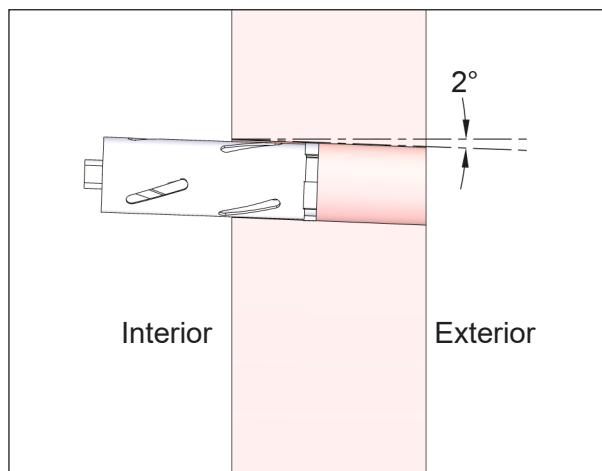

Fig. 16: Executarea găurilor de carotare
- ▶ Executați cele două găuri de carotare cu \varnothing 120 mm așa cum se descrie în Fig. 16.